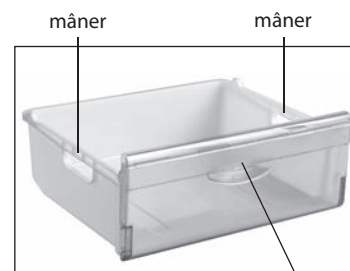

Figura 4 – Sertar
1.8 Sertarele CC au câte un mâner pe panoul frontal pentru a facilita încărcarea și descărcarea produselor, și mânere pe părțile laterale (cu excepția sertarului de jos) pentru deplasarea în afara frigiderului, în conformitate cu figura 4.